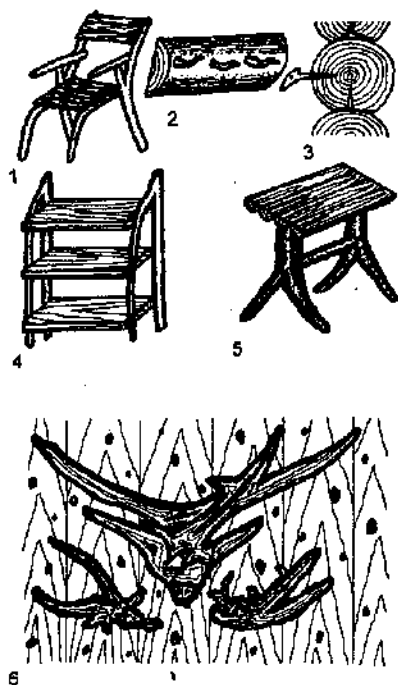

Рис. 218. Мебель с использованием древесных остатков
Из веток с различным расположением сучьев можно получить множество различных конструктивных элементов. Приглядевшись внимательно к веткам различных деревьев, вы заметите, что у каждого дерева свое особое расположение ветвей: очередное — у березы, черемухи, липы, дуба; супротивное — у бузины, ясеня, крушины, калины, клена; мутовчатое — у ели, сосны, пихты, лиственницы и кедра. У сосны почти каждая ветка растет под острым углом к стволу, а у ели — под прямым (поэтому на сосновой доске сучок в виде овала, а на еловой — круга, что является одним из определяющих признаков древесины). Разнообразие конфигураций стволов и веток дает возможность конструировать мебель разной сложности. Но при конструировании следует иметь в виду, что множество мелких деталей усложняет форму изделия и делает работу трудоемкой. Изделие в таком случае будет громоздким и менее прочным. В общем, чем меньше деталей, тем лучше. Например, кресло (рис. 218, 1) состоит из двух развилок, служащих задними ножками и опорами для спинки и подлокотников; двух бумерангообразных сучков, служащих передними ножками и опорами для сиденья, и нескольких жердочек для сиденья, спинки и проножек.
Небольшой столик типа журнального (рис. 218, 5) можно изготовить из двух рогатин, продольной жерди и столешницы из досок или расколотых пополам жердей.
Для изготовления стеллажей (рис. 218, 4) необходимы две длинные рогатины, три-четыре доски или сколоченные
**Вешалки из сучьев и корней.** Всего несколько небольших сучков понадобится для изготовления оригинальной вешалки (рис. 218, 2, 3). Такие вешалки-крючья, обработанные в виде всевозможных «утошек» и других животных, можно закрепить прямо на бревенчатую стену избы, а в городской квартире в качестве основы можно использовать подходящий кусок горбыля (рис. 218, 2)
В музее истории религии и атеизма в г. Санкт-Петербурге экспонируется фрагмент монашеской кельи, в стену которой вбита вешалка из развилки дерева, обрезанная в виде косули (рис. 218, 3).
В лесу или у водоема можно найти довольно интересные почти готовые вешалки. Так было и с автором. Однажды, прогуливаясь по берегу Минского моря, он нашел обломок соснового корня, не обратив внимание на который было просто невозможно. Закрепил его к багажнику велосипеда и тронулся в обратный путь домой, да в дороге сделал остановку у трехступенчатого водопада, что возле санатория «Криница». Стоит себе и смотрит, как вода перекачивается. Случайные прохожие спрашивают: «Что, рога лося нашел?» «Нет, это же корень сосны», — отвечает обладатель столь необычной находки. Засмеялись прохожие — мол, шутишь! Подошли ближе — и точно: корень сосны, но уж так на рога лося похож. Совсем немного пришлось автору «руки приложить» к тому корню, чтобы вот такая оригинальная вешалка получилась (рис. 218, б).